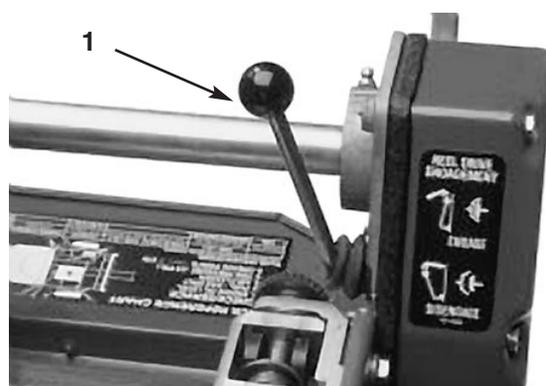

Fig. 14
Levier d'engagement des cylindres (Fig. 14)—situé à l'angle avant droit de la machine. Deux positions: ENGAGE (ENGAGEMENT) et DISENGAGE (DESENGAGEMENT). Tirer ou pousser le levier pour engager ou désengager le cylindre.
1. Vérifier que les leviers de traction (Fig. 13) et des cylindres (Fig. 14) sont à la position DISENGAGE.